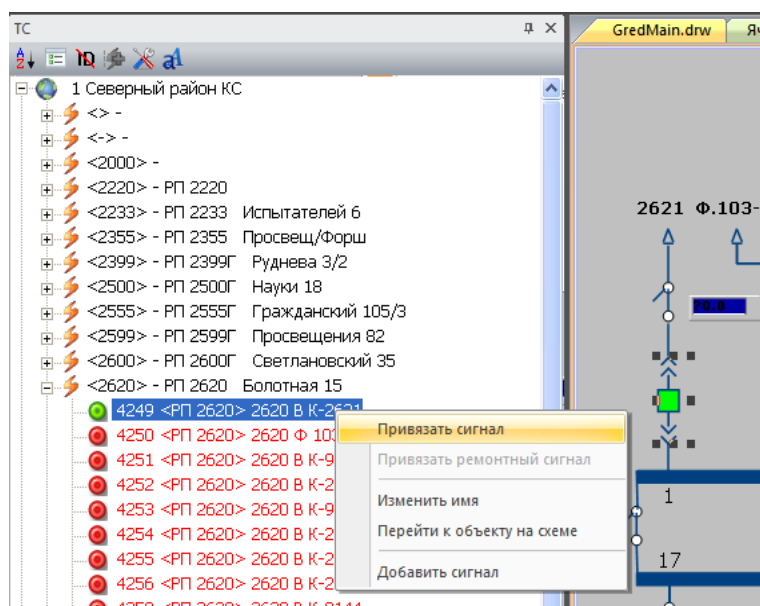

Рисунок 7.10 – Привязка ТС к объекту
- Щелчком правой кнопки мыши в дереве ТС на телемеханическом сигнале выбрать команду контекстного меню «**Привязать сигнал**» (Рисунок 7.10). Сигнал в дереве ТС выделится как привязанный.